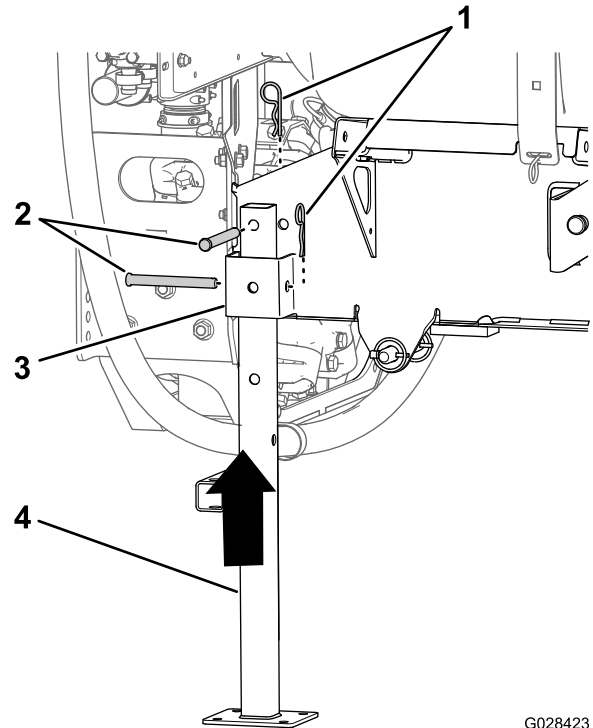

Bild 106
5. Fluchten Sie den hinteren Achsständer mit der Aufnahme für den hinteren Achsständer aus (Bild 106).
6. Fluchten Sie das Loch oben am Achsständer mit dem Loch im Rahmen des Behältergestells aus (Bild 106)
7. Befestigen Sie den Achsständer mit zwei Lastösenbolzen ($\frac{1}{2}$ " x $4\frac{1}{2}$ ") und zwei Splints ($\frac{5}{32}$ " x $2\frac{5}{8}$ ") an der Aufnahme und dem Rahmen, wie in Bild 106 abgebildet.